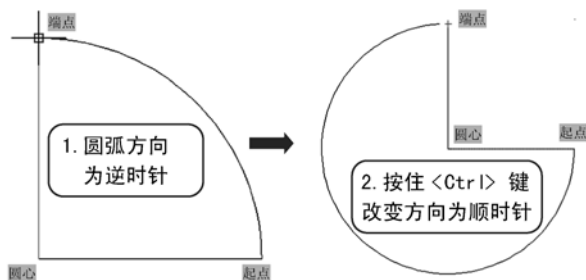

图 1-6 绘制不同方向的圆弧
1) 圆弧: 按住〈Ctrl〉键来切换要绘制的圆弧的方向, 这样可以轻松地绘制不同方向的圆弧, 如图 1-6 所示。